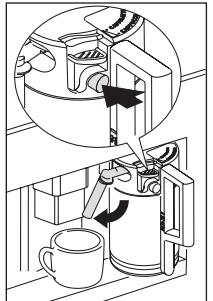

Рис. 33
- ▶ Установите краник выдачи молока Рис. 33 а затем поставьте чашку достаточной емкости под кранники для кофе и молока.
- ▶ Поставьте емкость под краник выдачи молока (Рис. 33).
- ▶ Поставьте емкость под трубку выдачи молока, нажмите кнопку очистка (С3) (на стр. 168) на колбе для молока и удерживайте ее минимум 5 секунд (Рис. 33). На дисплее появится сообщение CLEANING (ОЧИСТКА)!